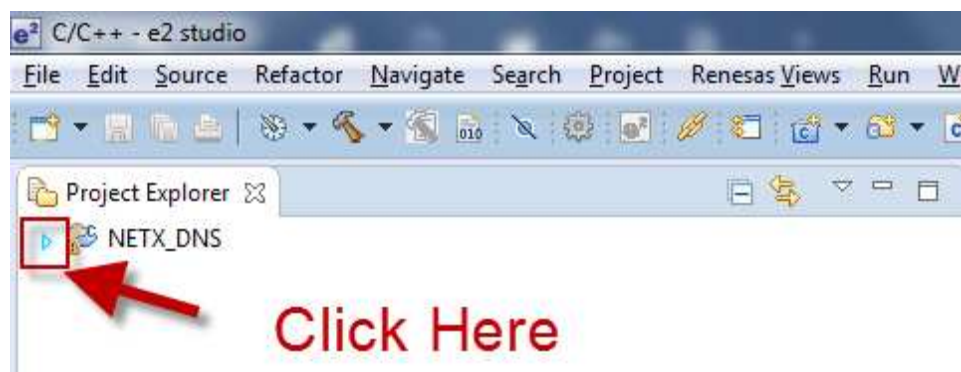

図 2.11 Project Explorer の拡張
1. [Project Explorer]が図 2.11 のように表示されている場合、左側の矢印をクリックして、プロジェクトを拡張してください。